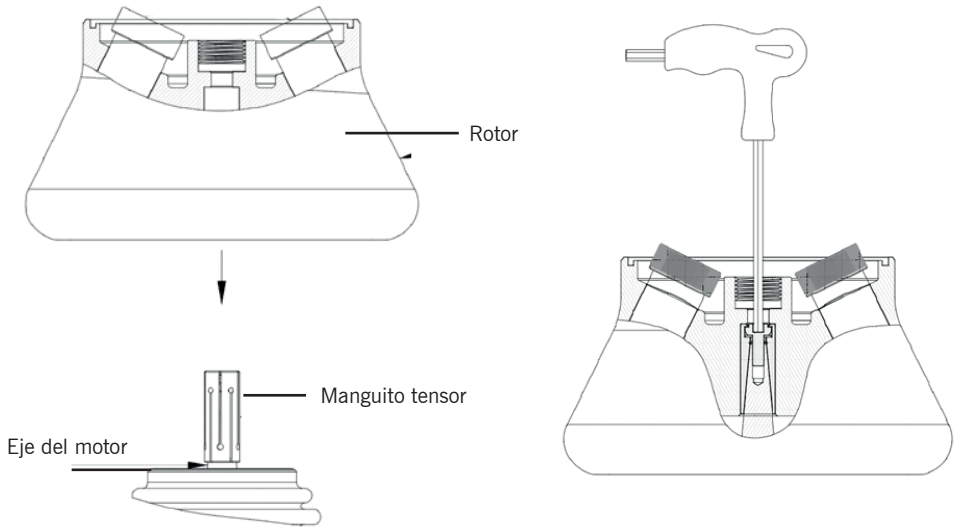

Figura 6: Esquema de la instalación del rotor angular
- Prepare el rotor que desea utilizar en la posición indicada en la figura 6. Sujete el rotor con ambas manos, alinee el orificio central del rotor con el eje del motor, bájelo verticalmente, colóquelo en la parte inferior del eje, suelte ambas manos y, a continuación, presione el rotor hacia abajo con las manos.